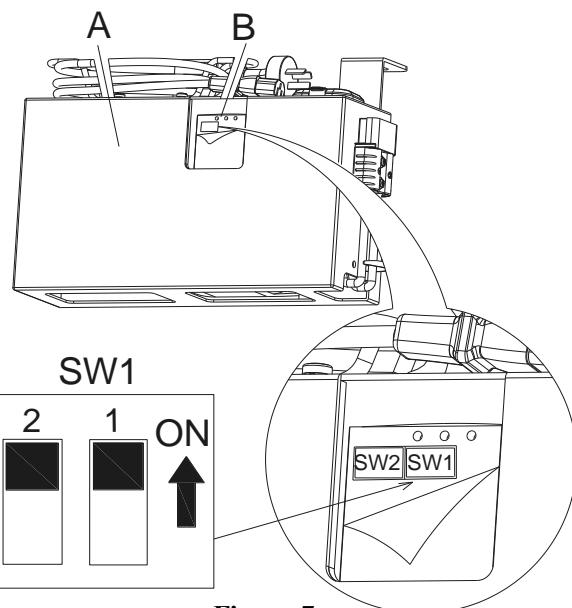

Figura 7
- Apague la máquina y desmonte el cargador de a bordo (A, Figura 7) de la máquina. A continuación, abra la etiqueta de la cubierta del cargador (B, Figura 7) encontrará los 2 conjuntos de los interruptores (SW1 y SW2) en el cargador.